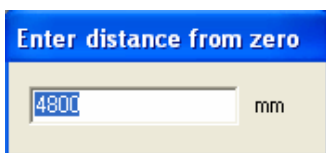

Рис. 1.7-3
- а) В качестве первой выберите точку 1. Появится диалоговое окно (Рис. 1.7-3):